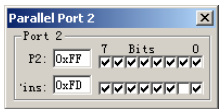

图 26-18 按键 2 按下
- (4) 在 P2 端口的仿真窗口中，将 P2.1 引脚置为低电平，仿真按键 2 按下，即选择调制模式 2，用半波电压进行调制。
- (5) 按 F10 键执行程序，在 if 语句中，可以看到程序执行进入第二个分支，执行 ModeFun2 函数。从中可以看出在调制模式 2 下，端口输出是否正确，如图 26-18 所示。